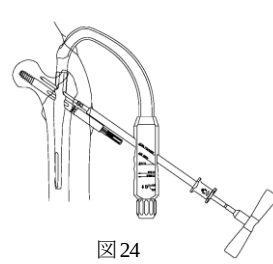

図 24
21) エクストラピンを途中で引き戻す必要が生じた場合は、ラグスクリュー用スリーブを取り外し、抜去用エクストラピンホルダーを取り付けた抜去用エクストラピン T レンチを用いて引き抜きます。（図 24）